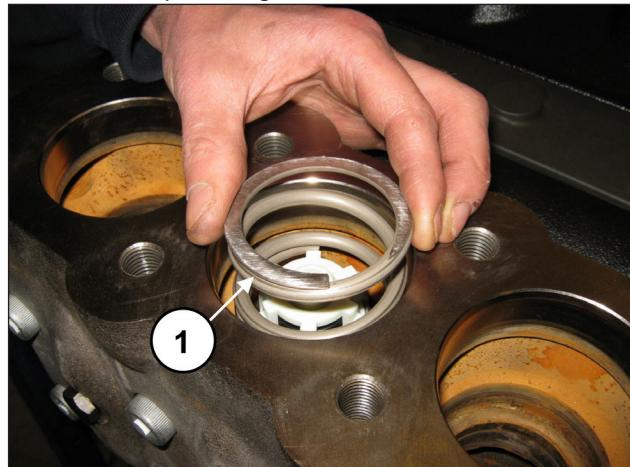

Fig. 99
Sfilare la molla (pos. ①, Fig. 99).